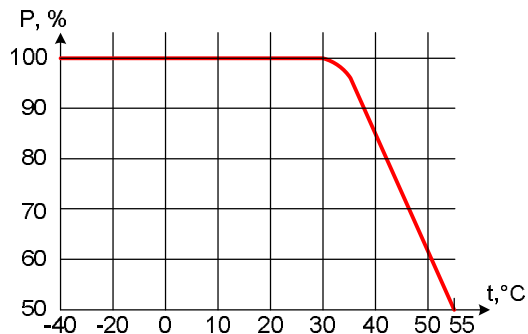

Рис. 4
**ВНИМАНИЕ;** при повышении температуры окружающей среды уменьшается максимальная допустимая мощность нагрузки регулятора (см. рис. 4).